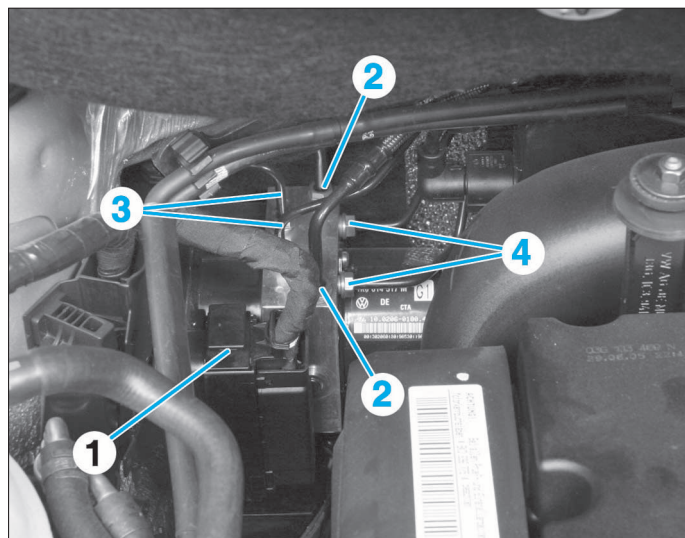

FIG. 17
- Déverrouiller le connecteur du calculateur d'ABS (1), en tirant son verrouillage vers le haut puis le débrancher en le tirant (Fig.17).
- Sur le groupe hydraulique, desserrer les raccords des canalisations (2), venant du maître-cylindre, puis celles alimentant les étriers avant (3) et arrière (4) et les dégager après avoir repéré leur position.